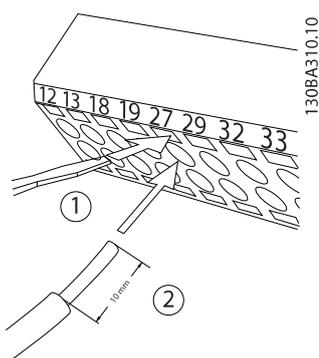

Ilustración 3.13 Conexión del cableado de control
1. Abra el contacto insertando un pequeño destornillador en la ranura situada encima o debajo del contacto, tal y como muestra la *Ilustración 3.13*.